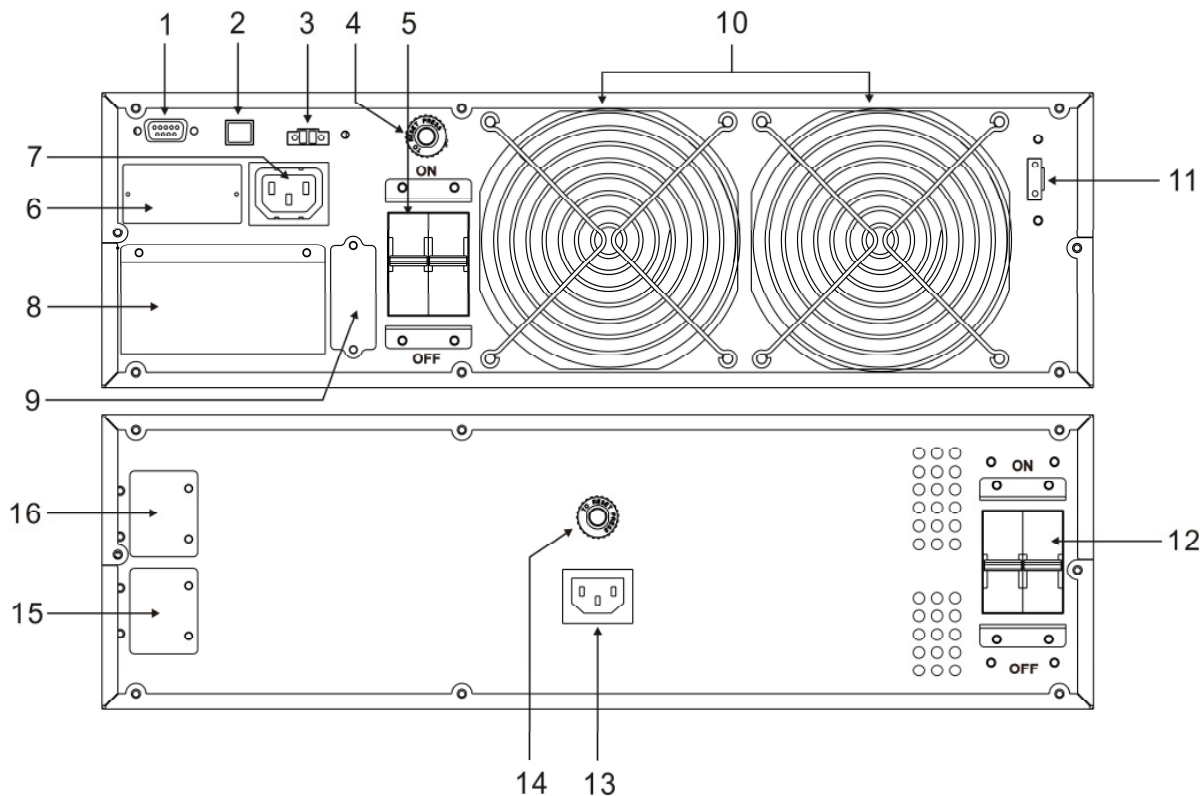
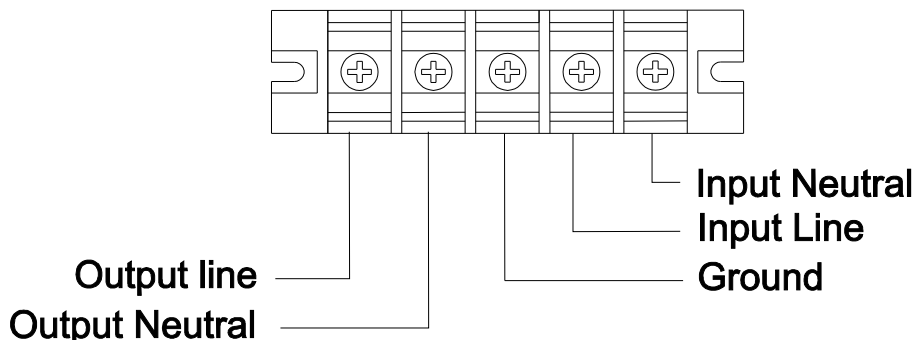

Figura 4 - sopra: unità UPS; sotto: unità BOX BATTERIE
Figura 5 - Morsettiera d'Ingresso/Uscita
8. **Pannello metallico di accesso alla morsettiera d'Ingresso/Uscita:** rimuovendolo si accede alla morsettiera per i collegamenti di potenza (vedi figura 5).
1. L'interruttore Ingresso Rete dell'unità UPS sia "OFF" (vedi figura 4).
2. L'interruttore Batterie dell'unità Box Batterie sul retro sia "OFF" (vedi figura 4).
1. Togliere il pannello metallico di accesso alla morsettiera d'Ingresso/Uscita, posto in basso sul retro (vedi figura 4). La morsettiera d'Ingresso/Uscita è illustrata in figura 5. Tutti i cavi che verranno collegati alla morsettiera devono arrivare alla morsettiera entrando dagli appositi fori sul pannello metallico.
2. Procedere al collegamento della linea d'Ingresso (FASE, NEUTRO e TERRA) facendo attenzione alla corretta polarità e alla corrispondenza con le sigle dei morsetti riportate in figura 5, come spiegato sotto:
- ▶ Rimuovere il coperchio metallico del connettore Batterie dell'unità UPS (#9, figura 4).
- ▶ Rimuovere il coperchio metallico del connettore Batterie dell'unità Box Batterie (#15 o #16, figura 4).
- ▶ Collegare la presa d'Ingresso rete dell'unità Box Batterie (#13, figura 4) alla linea elettrica, per permettere la ricarica delle batterie interne al box.
1. Portare l'interruttore Batterie dell'unità Box Batterie in posizione "ON" (vedere figura 4).
2. Controllare che l'interruttore Ingresso Rete dell'unità UPS sia in posizione "OFF" (vedere figura 4).